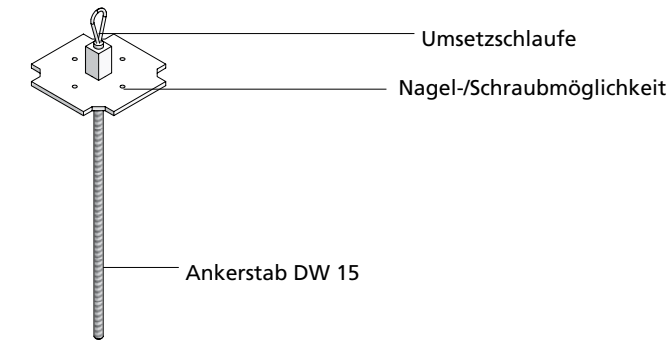
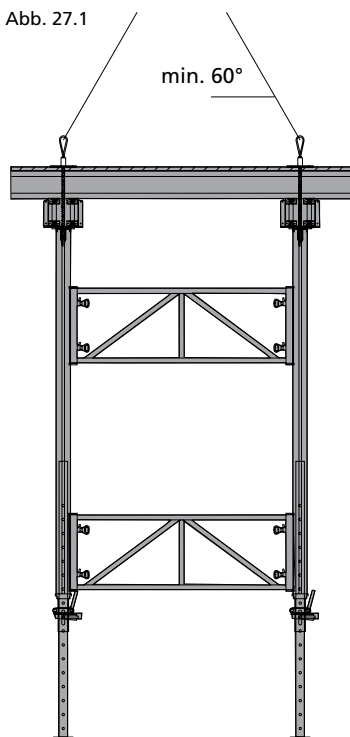

Abb. 27.1
Abb. 27.2
Die Umsetzschlaufe MEP (Abb. 27.1) wird zum Umsetzen von Deckentischen eingesetzt (Abb. 27.2 und 27.3). Ihre Tragfähigkeit beträgt 10 kN.
- Durch Eindrehen in das DW-Gewinde der Trägersäule MEP (Abb. 27.2)